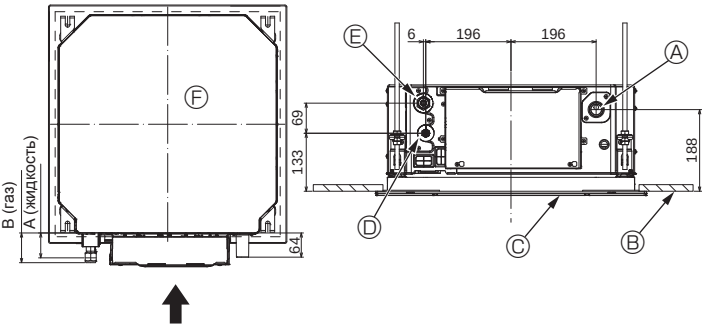

Fig. 5-7
5.4. Расположение трубопроводов охладителя и дренажа (Fig.5-7)